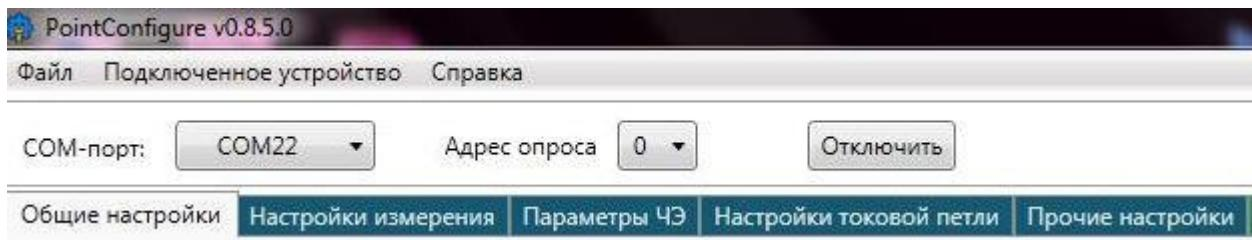

Рисунок 2 – Интерфейс настройки программы
6.4.5 После обнаружения на линии устройства, программа выведет интерфейс настройки (Рисунок 2). Он представляет собой окно, разделённое на вкладки: